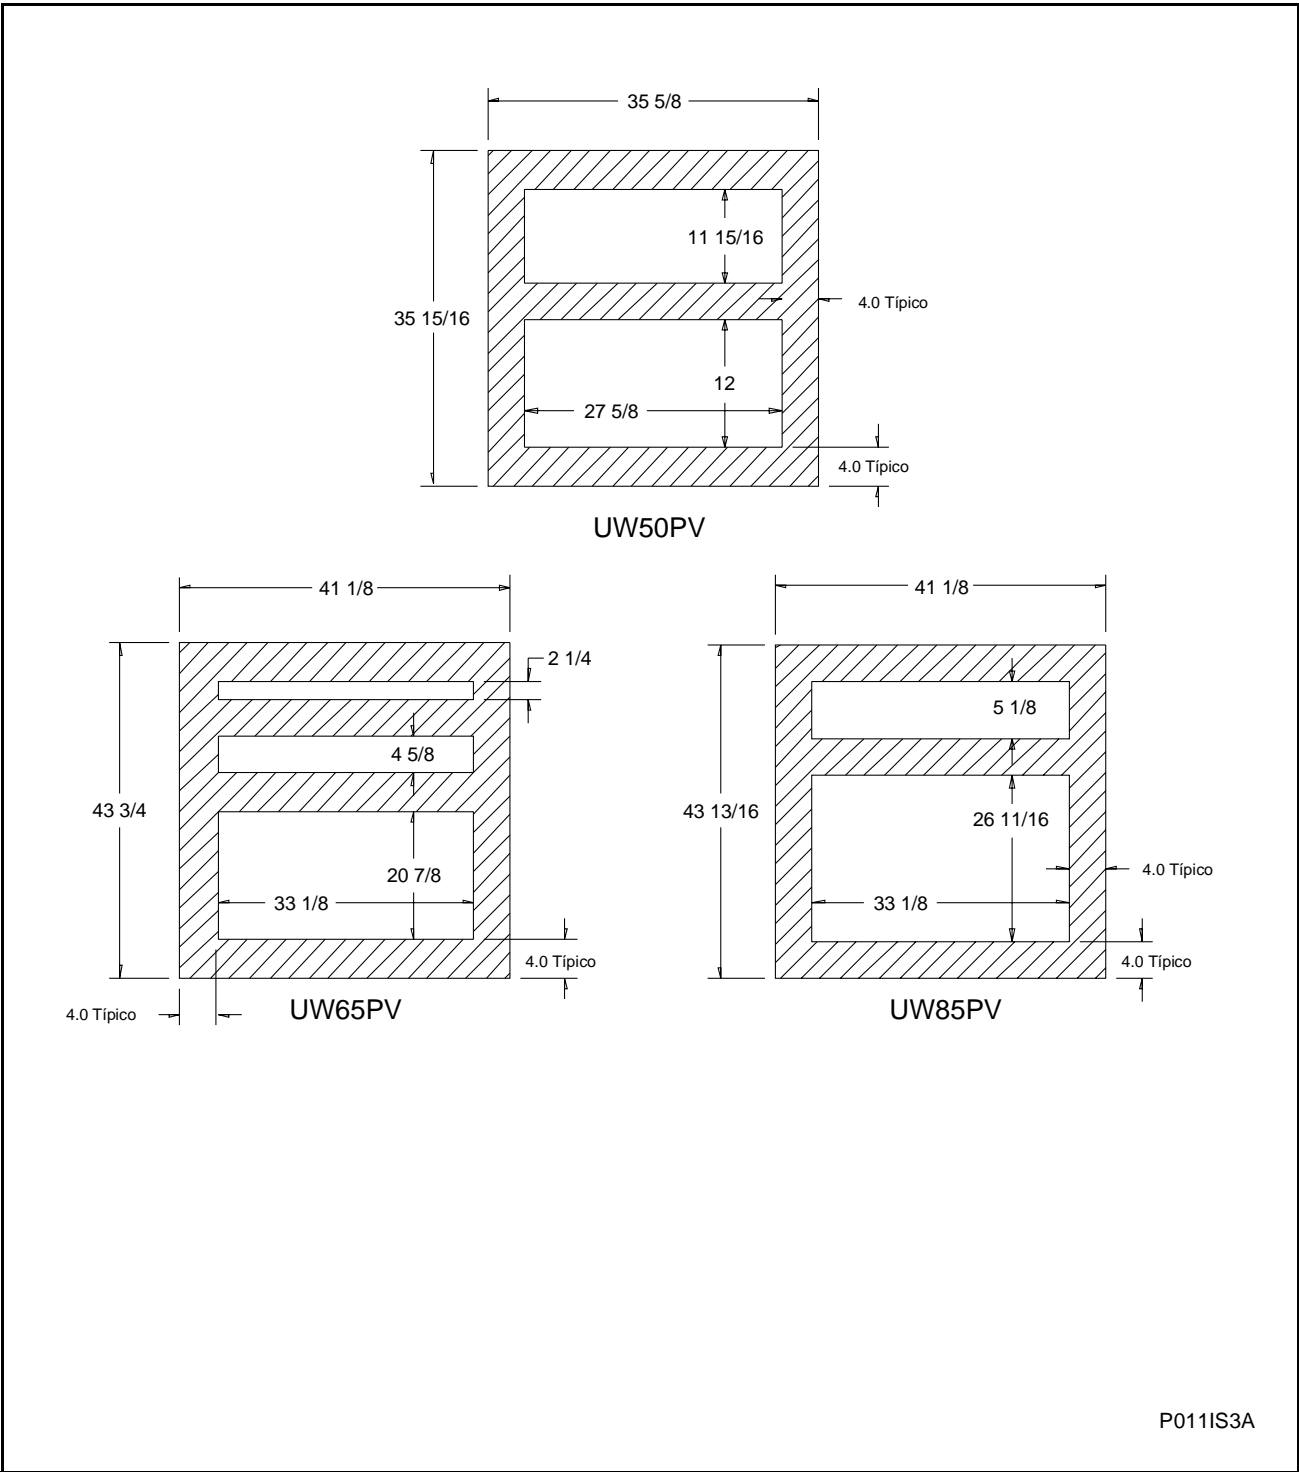

Figura 7
5. Rellene el espacio entre la base de la lavadora extractora y el piso con lechada de buena calidad para maquinaria, que no encoja, para asegurarse de que la instalación quede estable. Aplique lechada alrededor de todas las piezas del bastidor. (Quite el panel delantero y el panel posterior expandido de metal para tener acceso a **todas** las piezas del bastidor.) Vea la Figura 7. Fuerce la lechada abajo de la base de la máquina hasta que todos los espacios vacíos se hayan llenado.